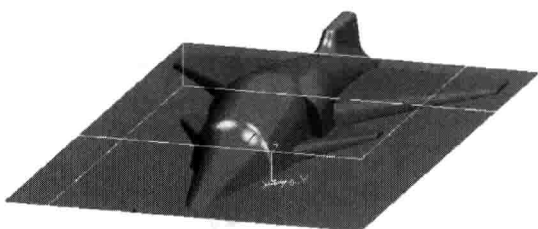

图 1-5 定位视图
(5) 选择“添加视向类型”中的“当前文档”，在视向方向中输入 X、Y、Z 的数值分别为 10、3、3，显示结果如图 1-5 所示。